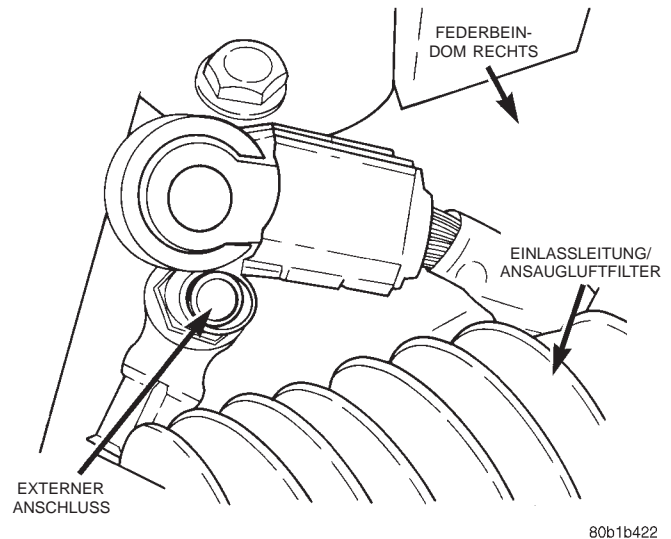

Abb. 5 Anschluss des externen Batterie-Minuskabels (-)
(1) Motorhaube öffnen und das externe Batterie-Minuskabel (-) vom Batteriepol abklemmen und elektrisch isolieren (Abb. 5).